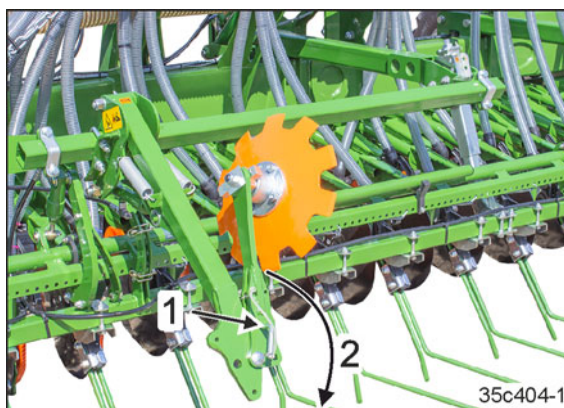

Fig. 240
2. Scoateți bolțul (Fig. 240/1) și pliați brațul în consolă (Fig. 240/2) cu discul de urmă în poziție de lucru.